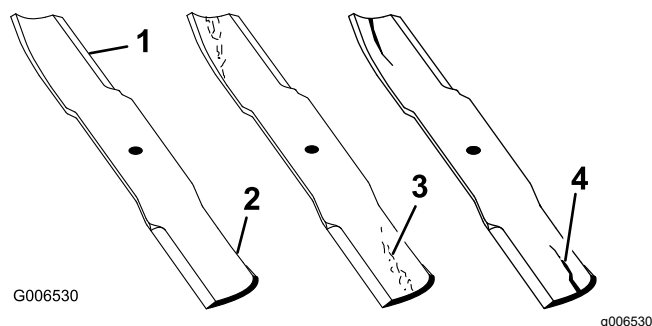

Figura 80
1. Inspeccione as extremidades de corte (Figura 80).
4. Se verificar quaisquer fissuras, desgaste, ou a formação de ranhuras nesta área instale imediatamente uma lâmina nova (Figura 80).